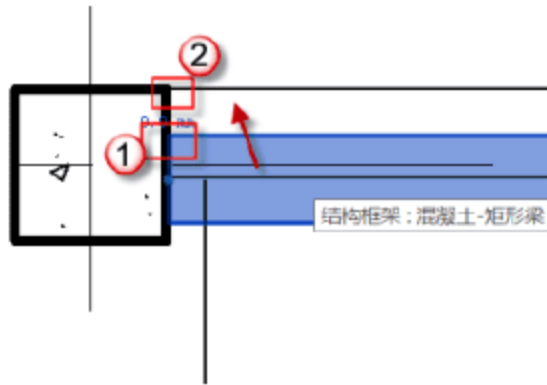
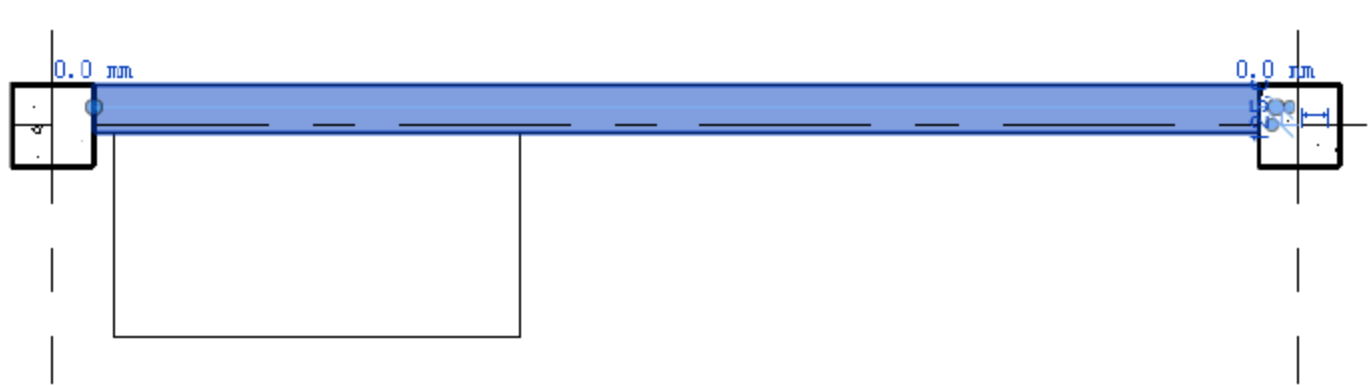

图 5.3.31 调整 L-3 位置
图 5.3.32 L-3 绘制完成
(6) 绘制 L-3。按快捷键 B+M (绘制梁命令)，在“属性”面板中选择“混凝土-矩形梁”梁类型，选择 L-3 梁，调整梁的位置，如图 5.3.31 所示，最后将 L-3 绘制在梁定位处，如图 5.3.32 所示。